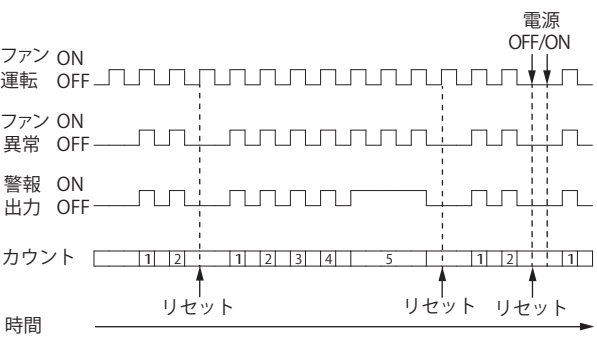

図 12 ファン異常検知チャート
- ファン運転の ON-OFF 中にファン異常を 5 回カウントすると警報出力、表示が保持されます。ファンが正常運転すると警報出力、表示は解除されカウントがリセットされます。(図 12)
- ファン異常が 5 回カウントされる前にファンが正常運転した場合、カウントはリセットされます。また、電源 OFF の場合もカウントはリセットされます。(図 12)